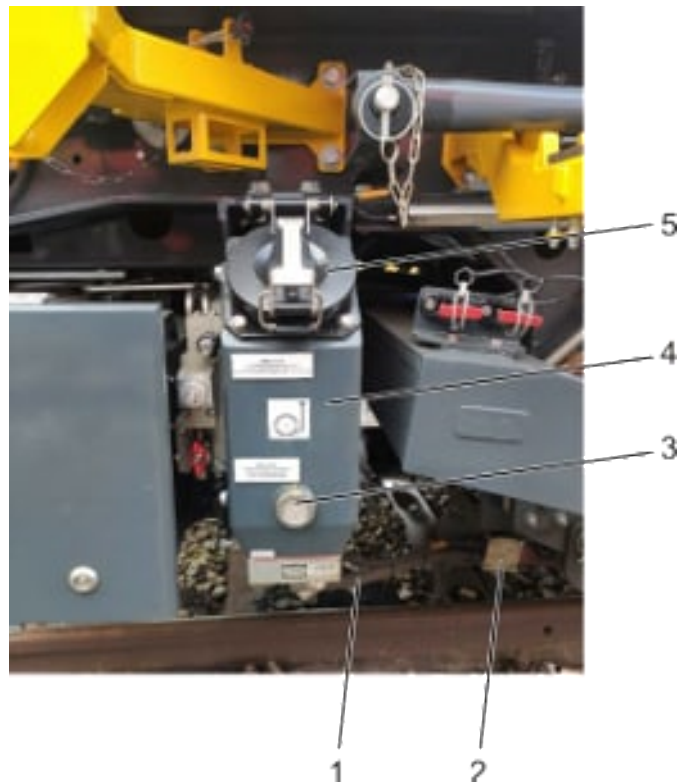

Abb. 13: Sanderanlage
Trockener Quarzsand wird mittels Luftdruck durch die Sanderrohre, siehe Abb. 13 (1), geblasen, um den Kraftschluss zwischen Rad und Schiene zu verbessern.